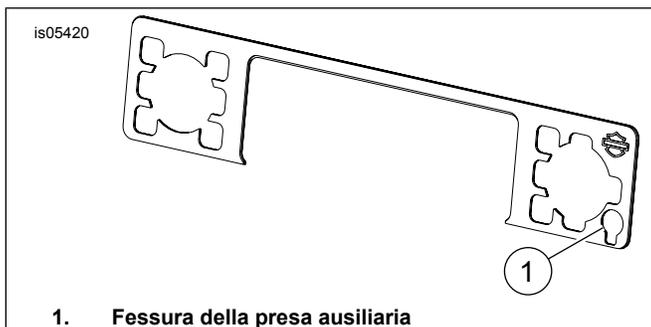

Figura 3. Finitura del frontalino della radio
1. Vedere Figura 3. Prima di rimuovere la protezione adesiva, verificare che la finitura del frontalino della radio sia quella corretta per l'installazione.
3. Aprire il tappo della presa ausiliaria e farlo passare attraverso la finitura del frontalino della radio (1). Posizionare il frontalino della radio e premere in sede saldamente.